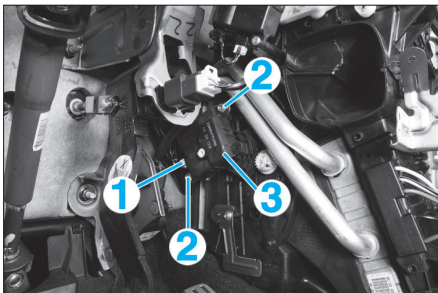

Fig. 21
- Débrancher le connecteur (1) (Fig.21),
- les vis (2),
- le motoréducteur (3).